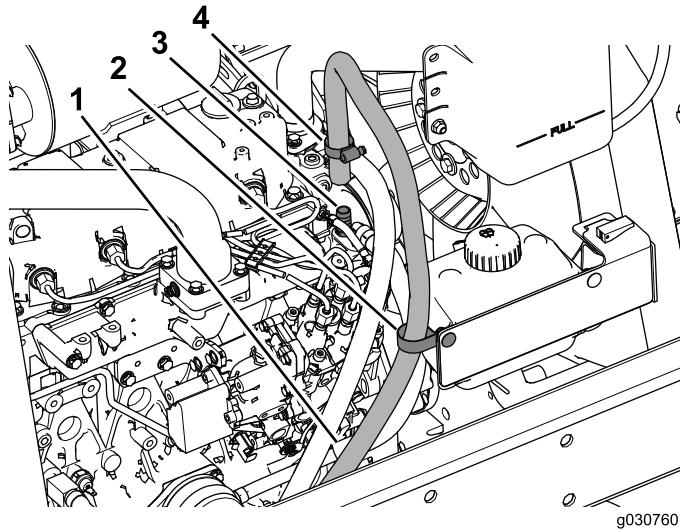

図 40
6. 戻り側ホースにクランプを通して、このホースを図40に示すようにフィッティング3/8 NPT x 0.625 バーブに接続する。